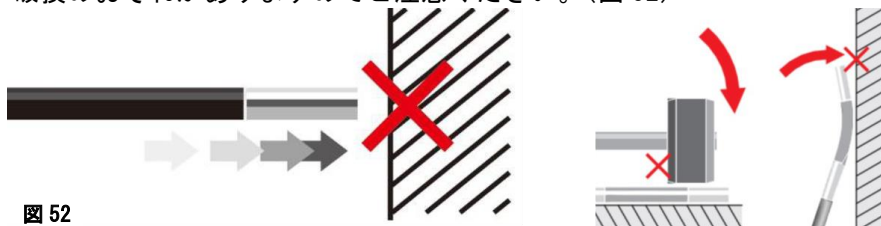

図 52
- ・先端可動部は重いものを載せたり、過度な衝撃や、振動を与えることで破損のおそれがありますのでご注意ください。(図 52)